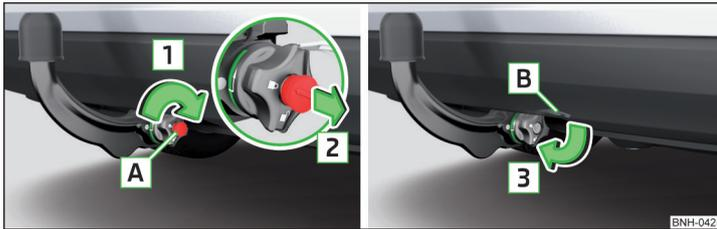

Fig. 108 Bloquear la cerradura y retirar la llave/ Introducir la tapa en la cerradura
- Gire la llave **A** en el sentido de la flecha **1** de manera, que la flecha en la llave muestra hacia el símbolo  » fig. 108.